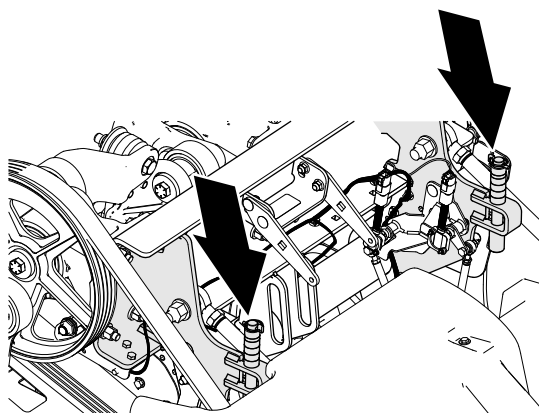
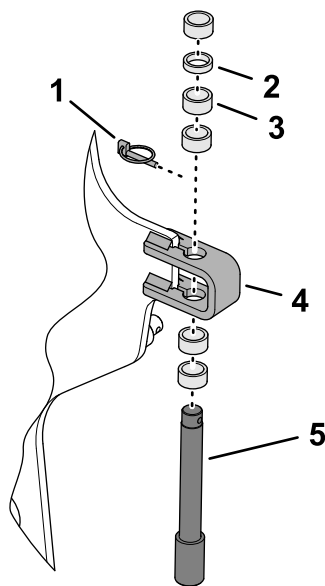

図 111
図 112
3. 深さストップピンとスペーサをストップブラケットに固定しているリンチピンを取り外す **図 111**と**図 112**。